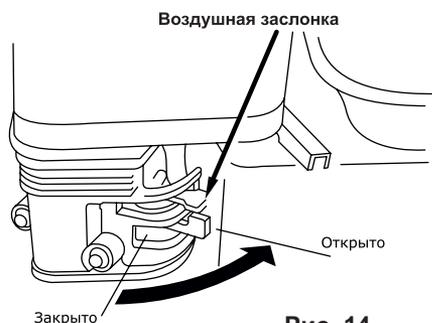

Рис. 14
По мере разогрева двигателя постепенно передвигайте рычаг воздушной заслонки в позицию «открыто» (ON) (см. рис. 14).